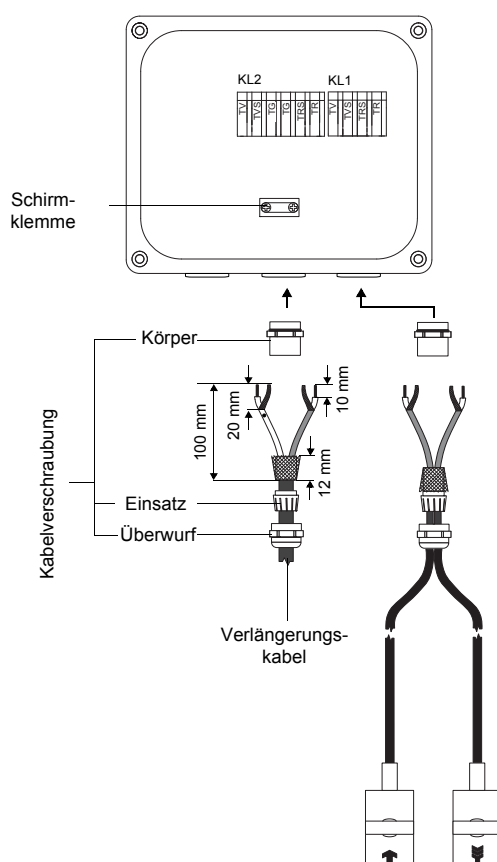

Abb. 5.8: Anschluss an Klemmengehäuse JBT3
- Entfernen Sie den Blindstopfen vom Klemmengehäuse für den Anschluss des Verlängerungskabels (siehe Abb. 5.8).
- Fixieren Sie die Kabelverschraubung, indem Sie den Überwurf auf den Körper drehen (siehe Abb. 5.8).
- Entfernen Sie den Blindstopfen vom Klemmgehäuse für den Anschluss des Sensorkabels (siehe Abb. 5.8).